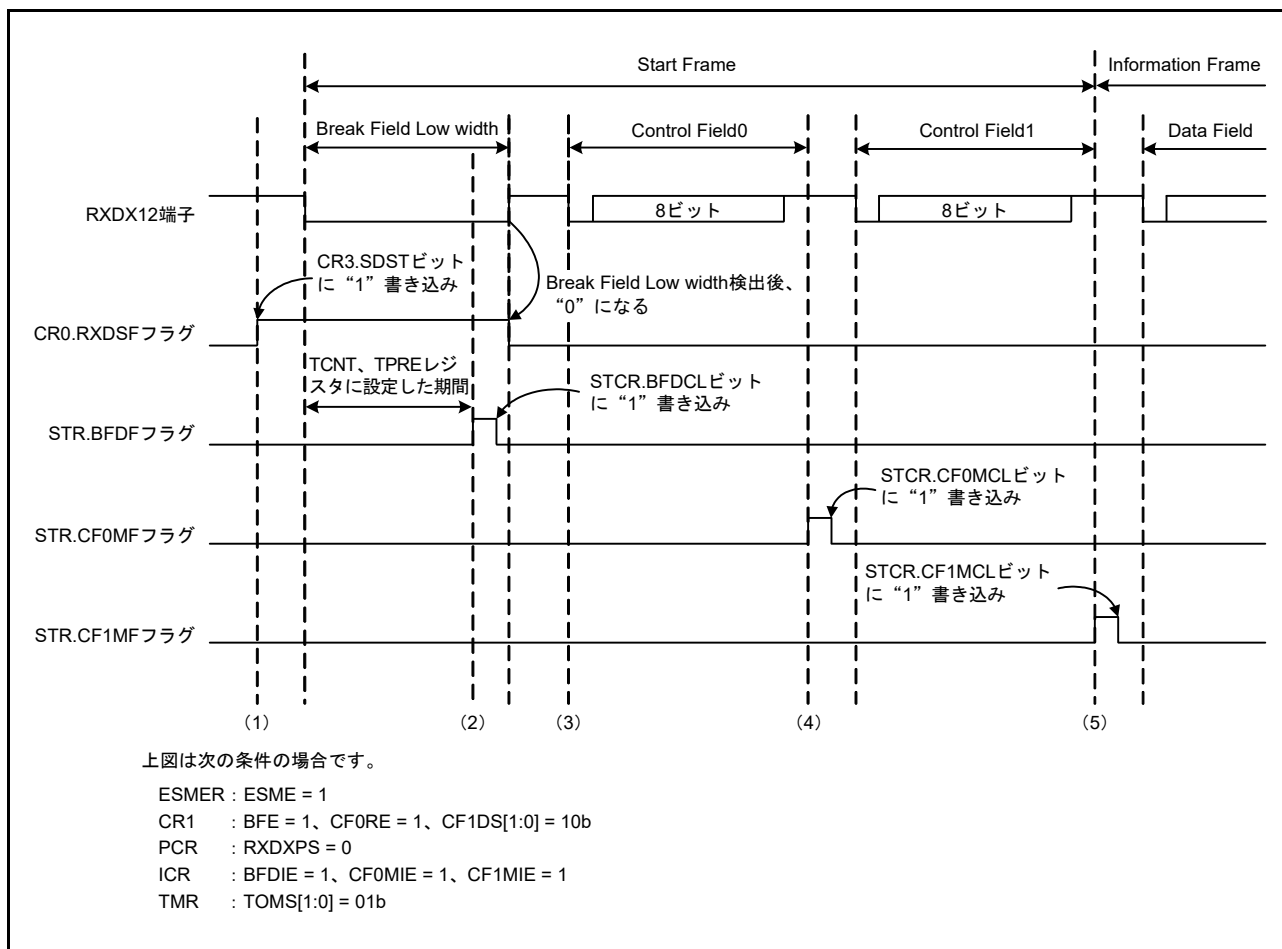
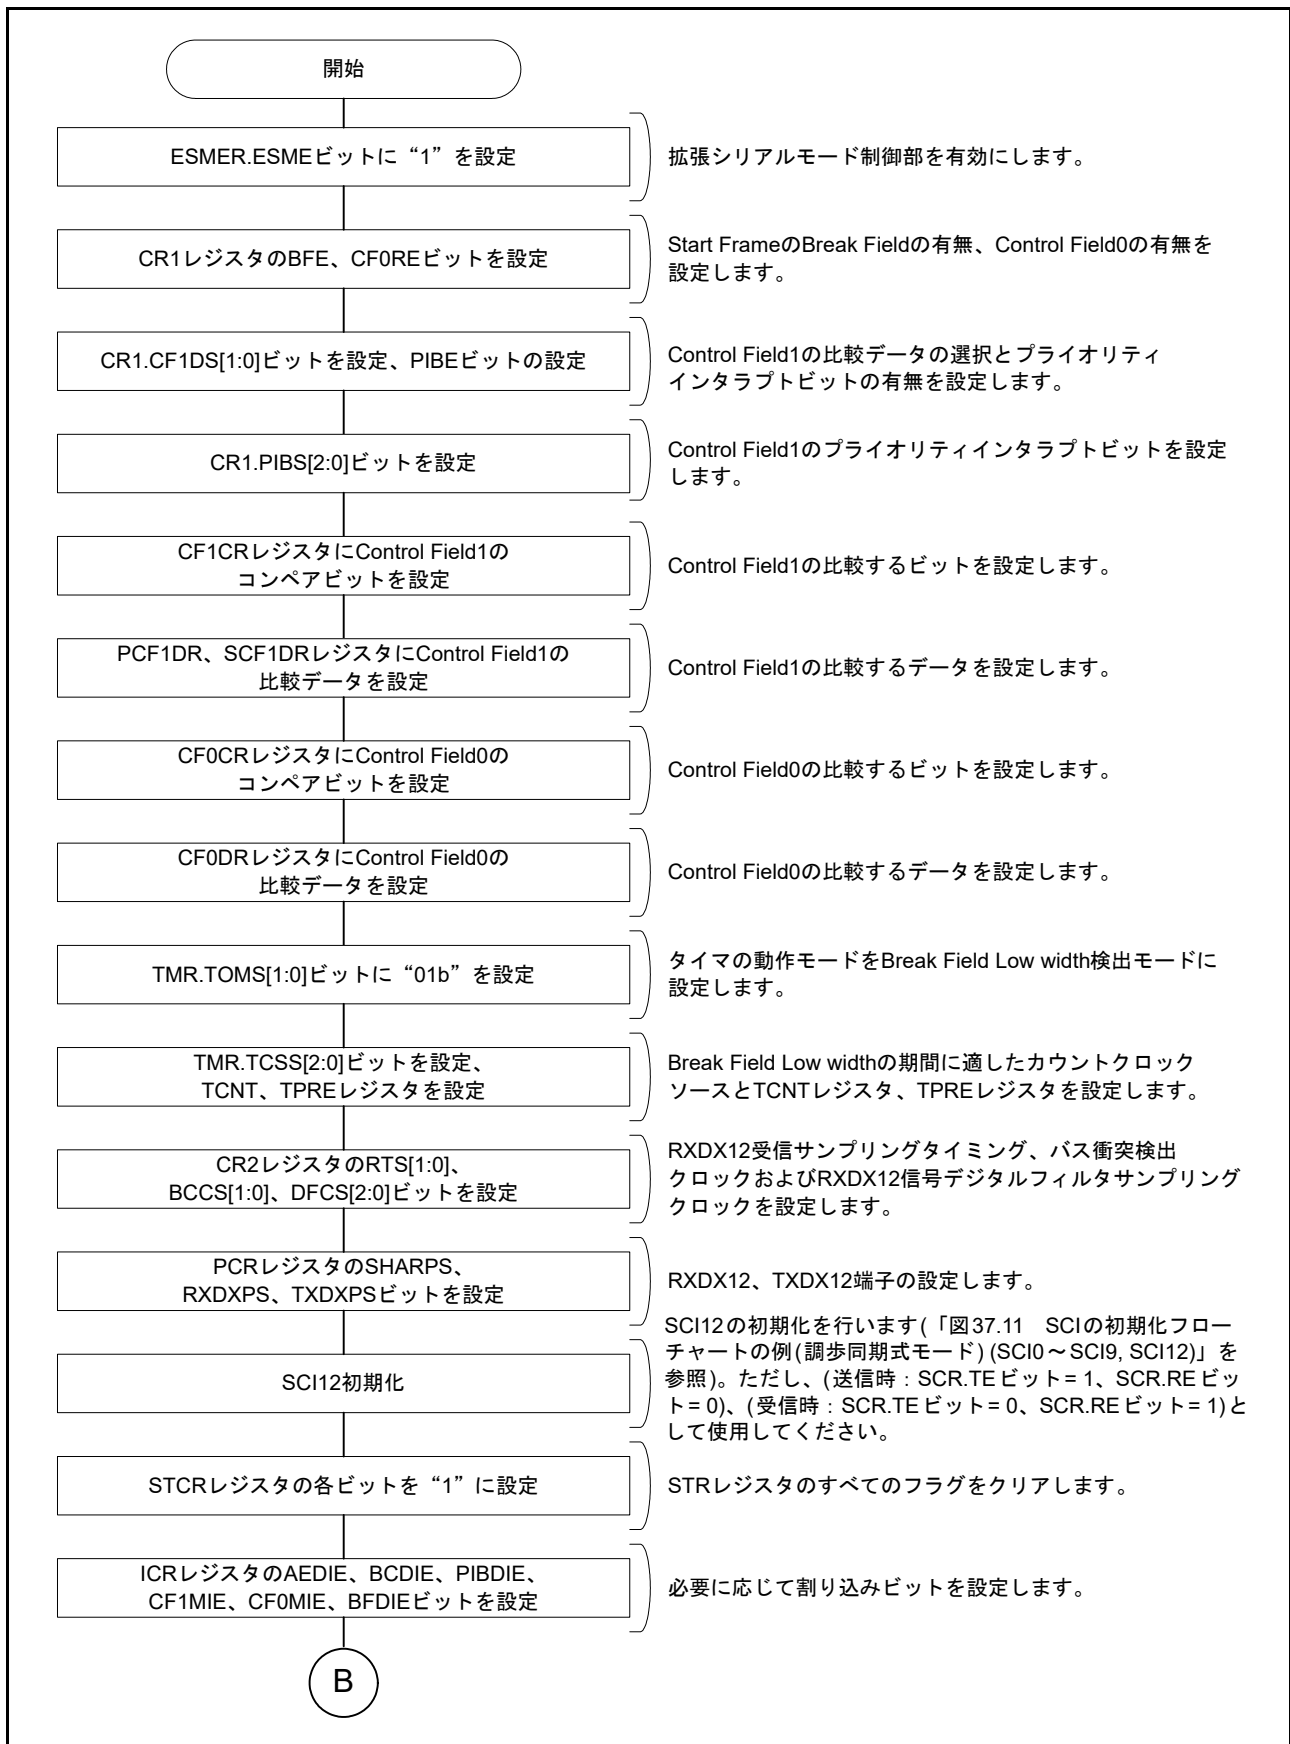
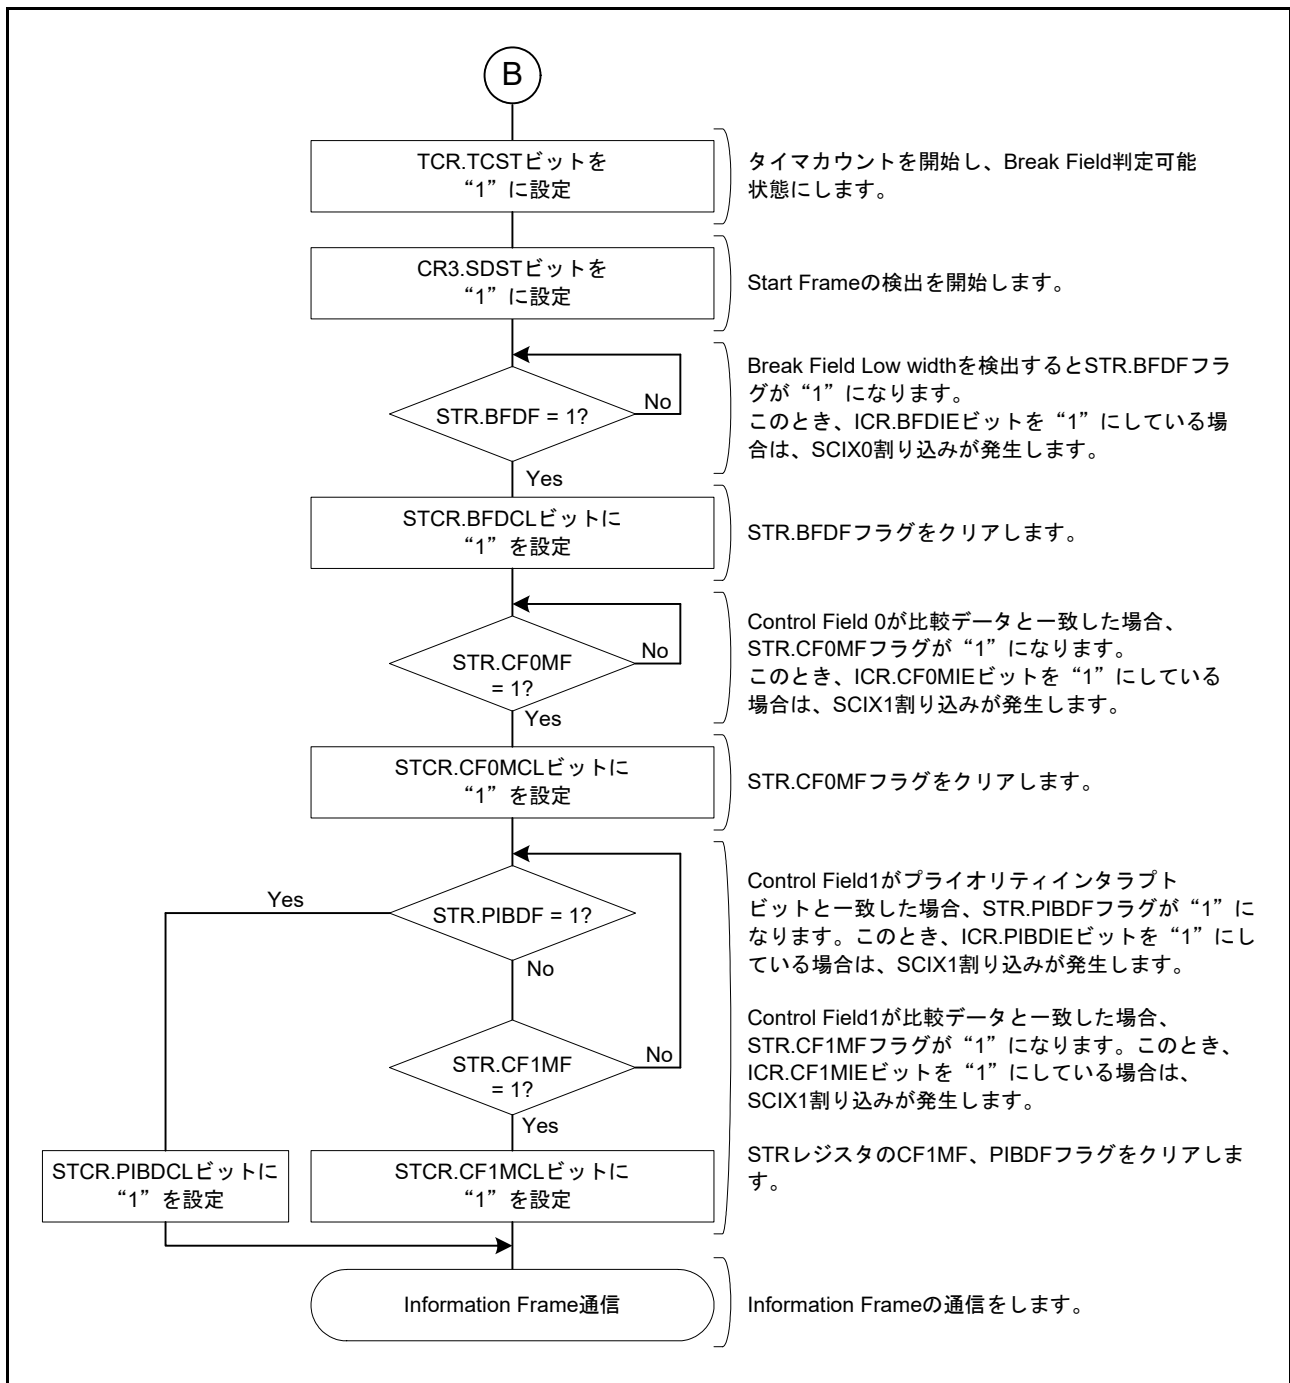
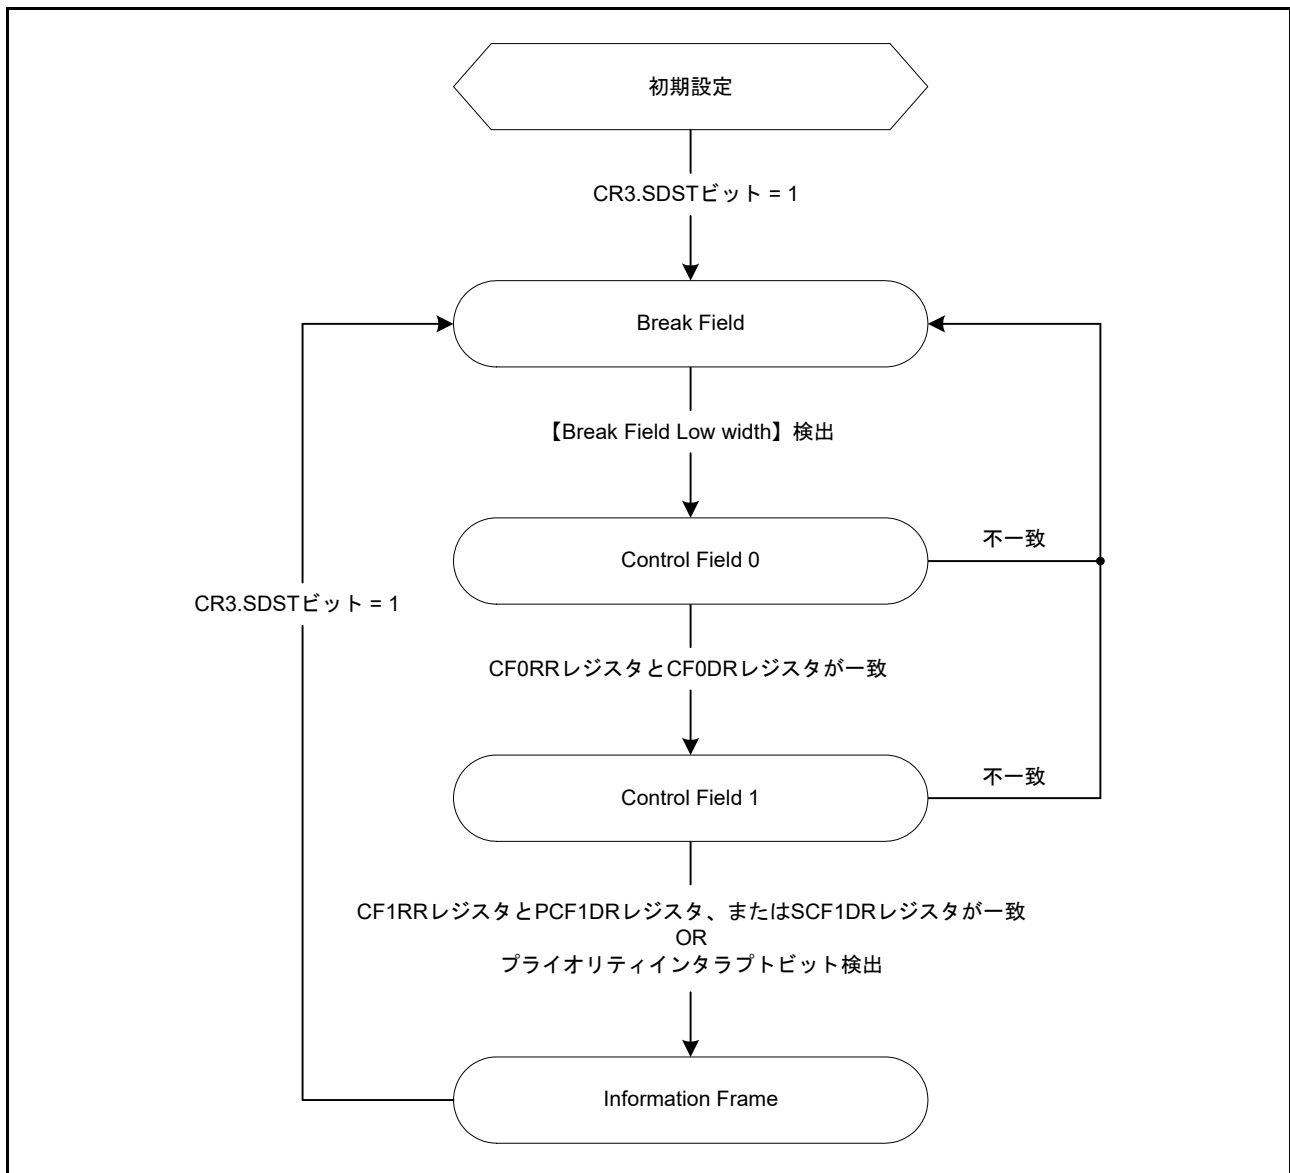

図 37.68 Start Frame 受信時の動作例
図 37.69 Start Frame 受信フローチャート例 (1)
図 37.70 Start Frame 受信フローチャート例 (2)
図 37.71 Start Frame 受信時の状態遷移図
図 37.68 に Break Field Low width、Control Field 0 および Control Field 1 で構成される Start Frame の受信時の動作例を示します。また、図 37.69、図 37.70 に Start Frame の受信を行うためのフローチャート、図 37.71 に Start Frame 受信時の状態遷移図を示します。
(1) ~ (4) は図 37.68 の Start Frame 受信時の動作例 (1) ~ (4) と同様になります。
(5) CR1.PIBS[2:0] ビットで指定したビットの値が PCF1DR レジスタに設定した値と一致した場合、STR.PIBDF フラグが“1”になります。また、ICR.PIBDIE ビットを“1”にしている場合は、SCIX1 割り込みが発生します。その後、Information Frame の通信を行います。Control Field 1 で受信したデータが PCF1DR レジスタまたは SCF1DR レジスタに設定したデータのどちらとも一致せず、プライオリティインタラプトビットも検出しない場合は、Break Field Low width 検出前の状態に遷移します。